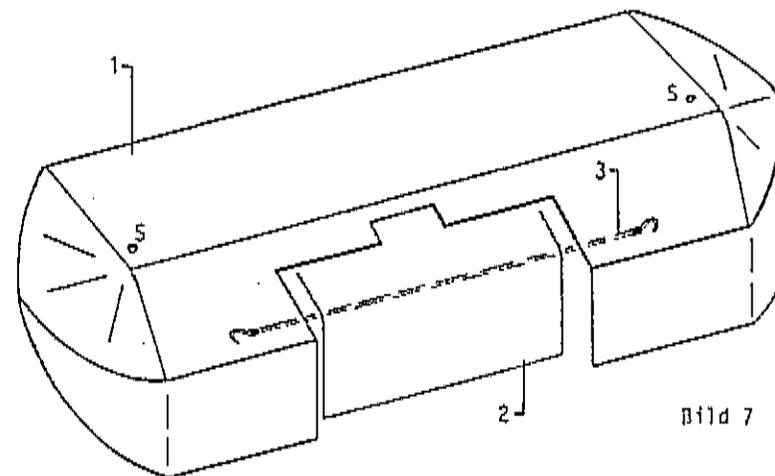

Bild 7
7. Anbau d. Schutzvorrichtung (Bild 7)